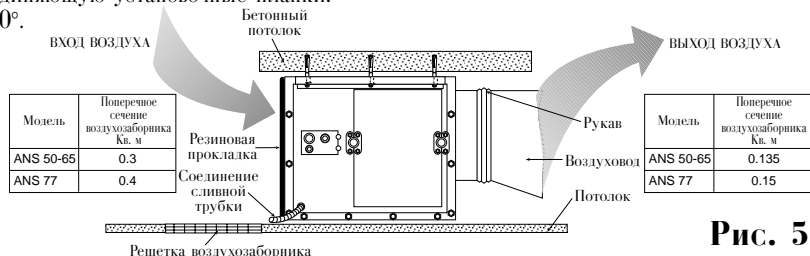

Рис. 5
- Внутренний агрегат должен быть соединен с воздухопроводом посредством подходящего герметичного рукава из огнестойкого материала, который должен обладать достаточной прочностью и гибкостью (см. рис. 5).
- Типичные характеристики изоляции (см. рис. 5):